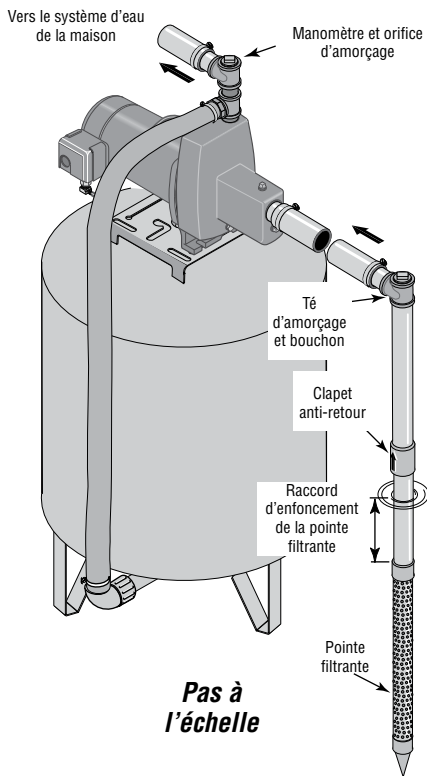

Figure 1: Installation avec une pointe filtrante
Installation de la pointe filtrante (Figure 1)
- 3 ° Utiliser le moins possible de raccords (en particulier des coudes) lorsque l'on branche la tuyauterie de la pointe filtrante sur l'orifice d'aspiration de la pompe. Le diamètre du tuyau d'aspiration doit être au moins aussi grand que le diamètre de l'orifice d'aspiration de la pompe (y compris le clapet anti-retour si la pompe n'en comporte pas un - voir la Figure 1). Supporter le tuyau de façon qu'il ne soit pas cintré afin qu'il n'exerce pas de contraintes sur le corps de la pompe; de plus, il doit être légèrement incliné vers le haut, du puits jusqu'à la pompe (les points hauts risquent de causer des poches et des bouchons d'air dans la pompe). Rendre étanches les raccords du tuyau d'aspiration avec du ruban 1Téflon™ ou une pâte pour raccords filetés à base de Téflon™. Les raccords doivent être étanches à l'air et à l'eau. Si le tuyau d'aspiration aspire de l'air, la pompe ne pompera pas l'eau du puits. Si une pointe filtrante ne fournit pas suffisamment d'eau, considérer brancher deux ou trois pointes filtrantes sur un même tuyau d'aspiration.